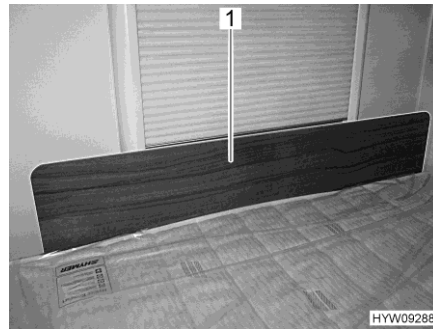

Bild 117 Schutzblende/Herausfallschutz
- Schutzblende (Bild 117,1) vor dem Fenster zwischen Matratze und Fensterrahmen stecken. Die Klemmwirkung der Matratze hält die Schutzblende in ihrer Position vor dem Fensterrahmen.